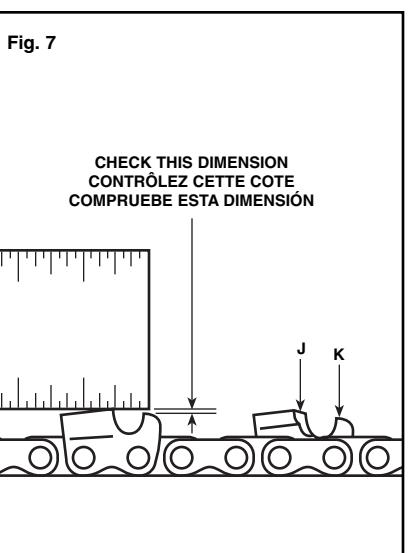

Fig. 7
5. After your chain has been sharpened a number of times, you may find that it does not cut as fast as you feel it should. Each cutter on your chain has a depth gauge (K) just ahead of the cutting edge (J) that determines how big a bite it can take. To check for proper depth of the cut, lay a metal straight edge across the tops of the cutting edges, as shown in Figure 7, and check the dimension indicated. This dimension should be approximately equal to the thickness of the gauge furnished with your chain saw sharpening kit. If it is not, file or grind the chain depth gauge until the clearance is approximately equal to the thickness of the sharpening kit gauge. Be careful to maintain its shape. Do not remove more material than necessary or you will overload your saw. Also, be careful to keep this depth gauge setting uniform on all cutter teeth or you will not be able to make a straight cut.
5. Après avoir affûté la chaîne plusieurs fois, il se peut qu'elle ne coupe plus aussi vite que vous l'aimeriez. Chaque dent tranchante sur la chaîne est munie d'une butée de profondeur (K) placée juste à l'avant du tranchant (J). Cette butée détermine la taille maximale du copeau. Pour contrôler la profondeur de coupe, placez une règle en métal sur les sommets des dents tranchantes comme indiqué à la figure 7 et vérifiez la cote indiquée. Elle devrait être approximativement égale à l'épaisseur de la jauge fournie avec votre kit d'affûtage de tronçonneuse. Si la cote est trop faible, limez ou meulez la butée de profondeur de la chaîne pour ramener la distance à une valeur approximativement égale à l'épaisseur de la jauge du kit d'affûtage de tronçonneuse. Faites bien attention de maintenir son profil. N'enlevez pas plus de matière que nécessaire sinon votre tronçonneuse fonctionnera en surcharge. Faites également bien attention de conserver la même distance sur toutes les butées de profondeur de toutes les dents tranchantes sinon il sera impossible de tronçonner droit.